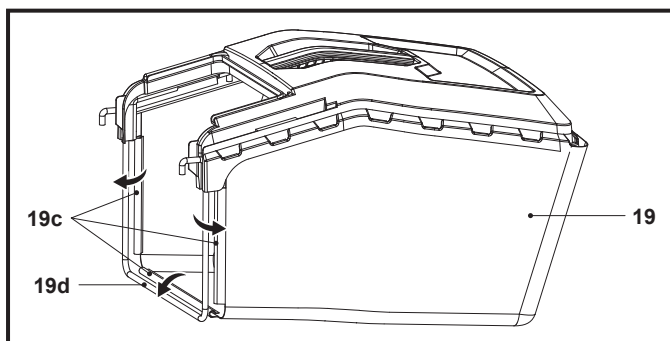

Rys. 4
6. Założyć osłonę (2a) na dźwignię uruchamiania (2) i przymocować przewód sterujący (5) za pomocą zacisku (20) do dolnego uchwytu (7) (rys. 4).